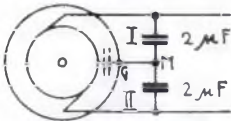

Abb. 2. Eine neue, besonders einfache und sehr Platz sparende Störfreimethode verwendet zwei Blockkondensatoren geeigneter Größe.
Schaltung bis jetzt unterlassen.) Im Gegensatz zu der Drosselschaltung benutzt diese Schaltung nur Kondensatoren. In Abb. 2 ist dieselbe schematisch wiedergegeben. Wie ersichtlich, werden dabei die Speiseleitungen des Motors durch zwei in Serie geschaltete Kondensatoren überbrückt und der Mittelpunkt M der Verbindungsleitung mit dem Gehäuse G des Motors verbunden. Die Kondensatoren haben dabei eine Größe von je 2 MF ; Versuche haben ergeben, daß mitunter auch schon solche bis $0,1\text{ MF}$ herab ausreichen. Die Prüfspannung soll, um einen Durchschlag der Netzspannung zu verhindern, ein Vielfaches der Netzspannung betragen; 500 bis 1000 Volt sind als Prüfspannung der Kondensatoren ausreichend. Am besten benutze man einen Kondensatorblock, in dem zwei gleiche Kondensatoren bereits in Serie geschaltet und in ein gemeinsames Kästchen zusammengebaut sind. Für die gute Wirksamkeit der Schaltung ist wesentlich: gute Anschlußkontakte, möglichst kurze Verbindungsleitung vom Gehäuse G nach dem Mittelpunkt M. Wurde z. B. die letztere nur auf 3 m vergrößert, dann wirkte die Schaltung fast nicht mehr störfreud. Auch Widerstände in der Mittelleitung setzen schnell die Wirksamkeit der Schaltung herab. Darum muß auch der Anschluß am Gehäuse gut metallisch und ohne Übergangswiderstände durchgebildet sein. Verfasser hat die Schaltung an einer Reihe von stark störenden Motoren auch im Verein mit der hiesigen Funkhilfe in Fabrikbetrieben angewandt und bis jetzt noch keinen Versager gefunden. Anfängliche Versager ergaben sich nur dann, wenn der Kollektor des Motors starke Verölung und sonstige Verschmutzung aufwies. Wurden dieselben wie oben angegeben beseitigt, dann unterband die Kondensatorschaltung ebenso wirkungsvoll wie die Drosselschaltung die Reststörungen.²⁾
2) Eine theoretische Erklärung für die Wirksamkeit der Schaltung ist ebenfalls möglich: Beachtet man, daß die Ankerwicklung gegen das Motorgehäuse eine ziemlich große Kapazität besitzt, dann kann man sich, wie Abb. 2 zeigt, die Schaltung in zwei geschlossene Schwingkreise, I und II, zerlegt denken. Eventuell entstehende Hochfrequenzschwingungen bleiben dann auf diese beiden Schwingkreise beschränkt und verlieren durch Dämpfung in denselben ihre Energie.
Es sei zum Schluß noch darauf hingewiesen, daß Störfreischaltungen mit Hilfe von Kondensatoren schon seit Jahren bekannt sind. Eine Schaltung beschränkt sich auf die bloße Überbrückung der beiden Speiseleitungen, eine andre benutzt ebenfalls wie in Abb. 2 zwei in Serie geschaltete Kondensatoren, legt jedoch den Mittelpunkt M nicht an das Gehäuse des Motors sondern an Erde. Besonders die letztere Schaltung wird heute vielfach von Firmen, die Kondensatoren fabrizieren, propagiert. Die Erfahrung hat jedoch gezeigt, daß leider beide Schaltungen auch recht häufig versagen. Darum sind die Kondensatorschaltungen in den letzten Jahren stark in Mißkredit gekommen. Verfasser hat durch viele methodische Versuche an störenden Motoren festgestellt, daß auch in solchen Fällen, in denen die letztgenannten älteren Schaltungen vollständig versagten, die neue verbesserte Schaltung die Störungen restlos beseitigte. Der springende Punkt scheint somit nicht allein kapazitive Überbrückung der beiden Speiseleitungen untereinander, sondern auch die kapazitive Überbrückung der Speiseleitungen gegen das Motorgehäuse zu sein. Es sei noch bemerkt, daß mitunter auch die alleinige kapazitive Überbrückung einer der beiden Speiseleitungen gegen das Gehäuse ausreicht. Welche von den beiden Speiseleitungen dann benutzt werden muß, läßt sich in jedem Einzelfalle nur durch den Versuch feststellen. Allerdings wirkt doch die vollkommene Schaltung nach Abb. 2 kräftiger und sollte daher in der Regel angewandt werden.